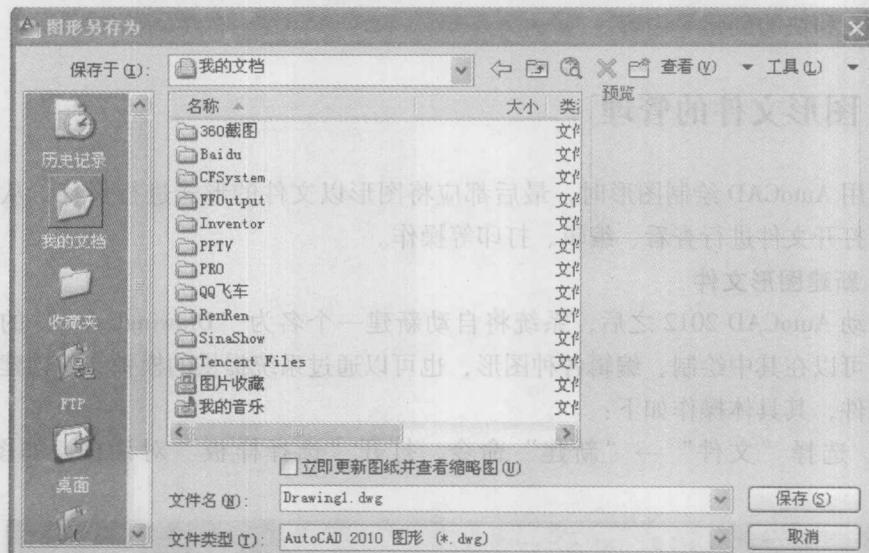

图 1-2 “图形另存为”对话框
1) 选择“文件”→“保存”（或“另存为”）命令，或单击“标准”工具栏中的“保存”按钮，打开“图形另存为”对话框，如图 1-2 所示。